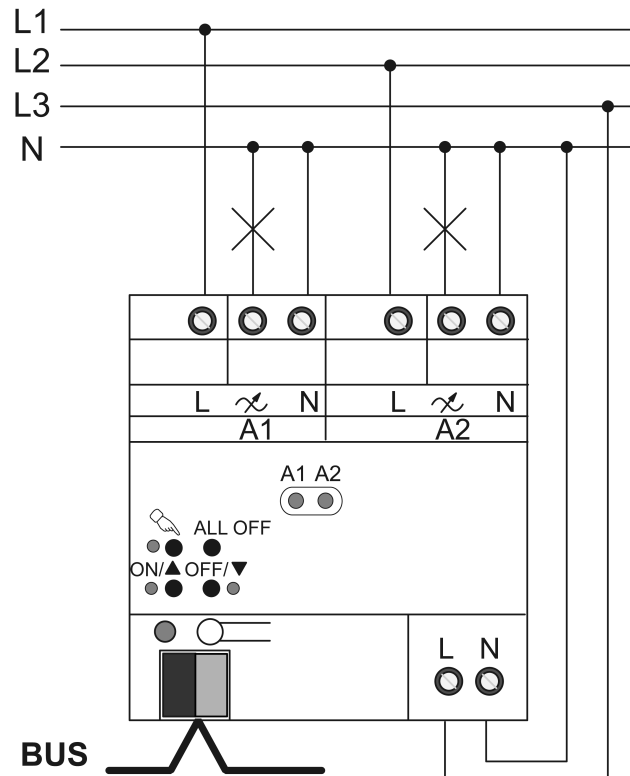

Figure 4: Actionneur de variation – Exemple de raccordement
- Raccorder l'appareil selon l'exemple de raccordement (Figure 4).